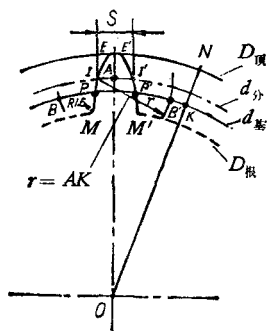

图 20
2. 画出齿轮的基圆: 用作图的方法求 $d_{基}$, 如图 20 所示。过圆心作一条直线 ON , 使 $\angle AON = 20^\circ$ 。通过 A 点 (垂直
4. 画出齿根处的过渡曲线(见图 20):